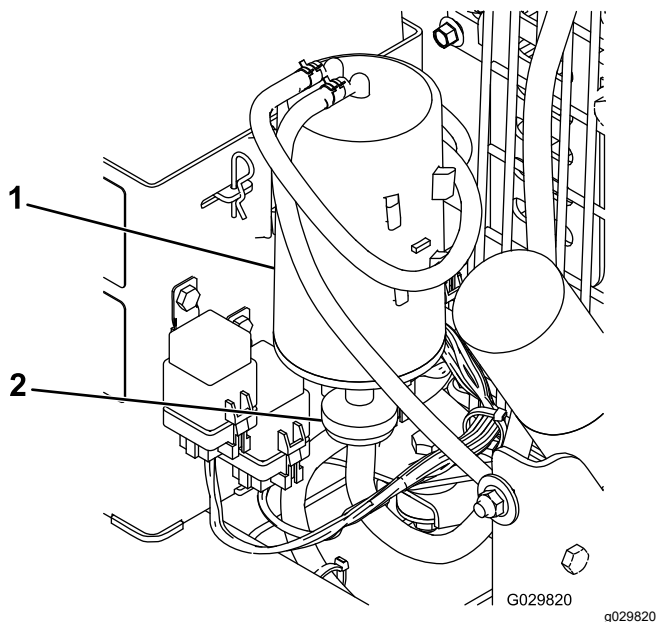

Bild 38
2. Entfernen und werfen Sie den Aktivkohle-Luftfilter weg (Bild 38).